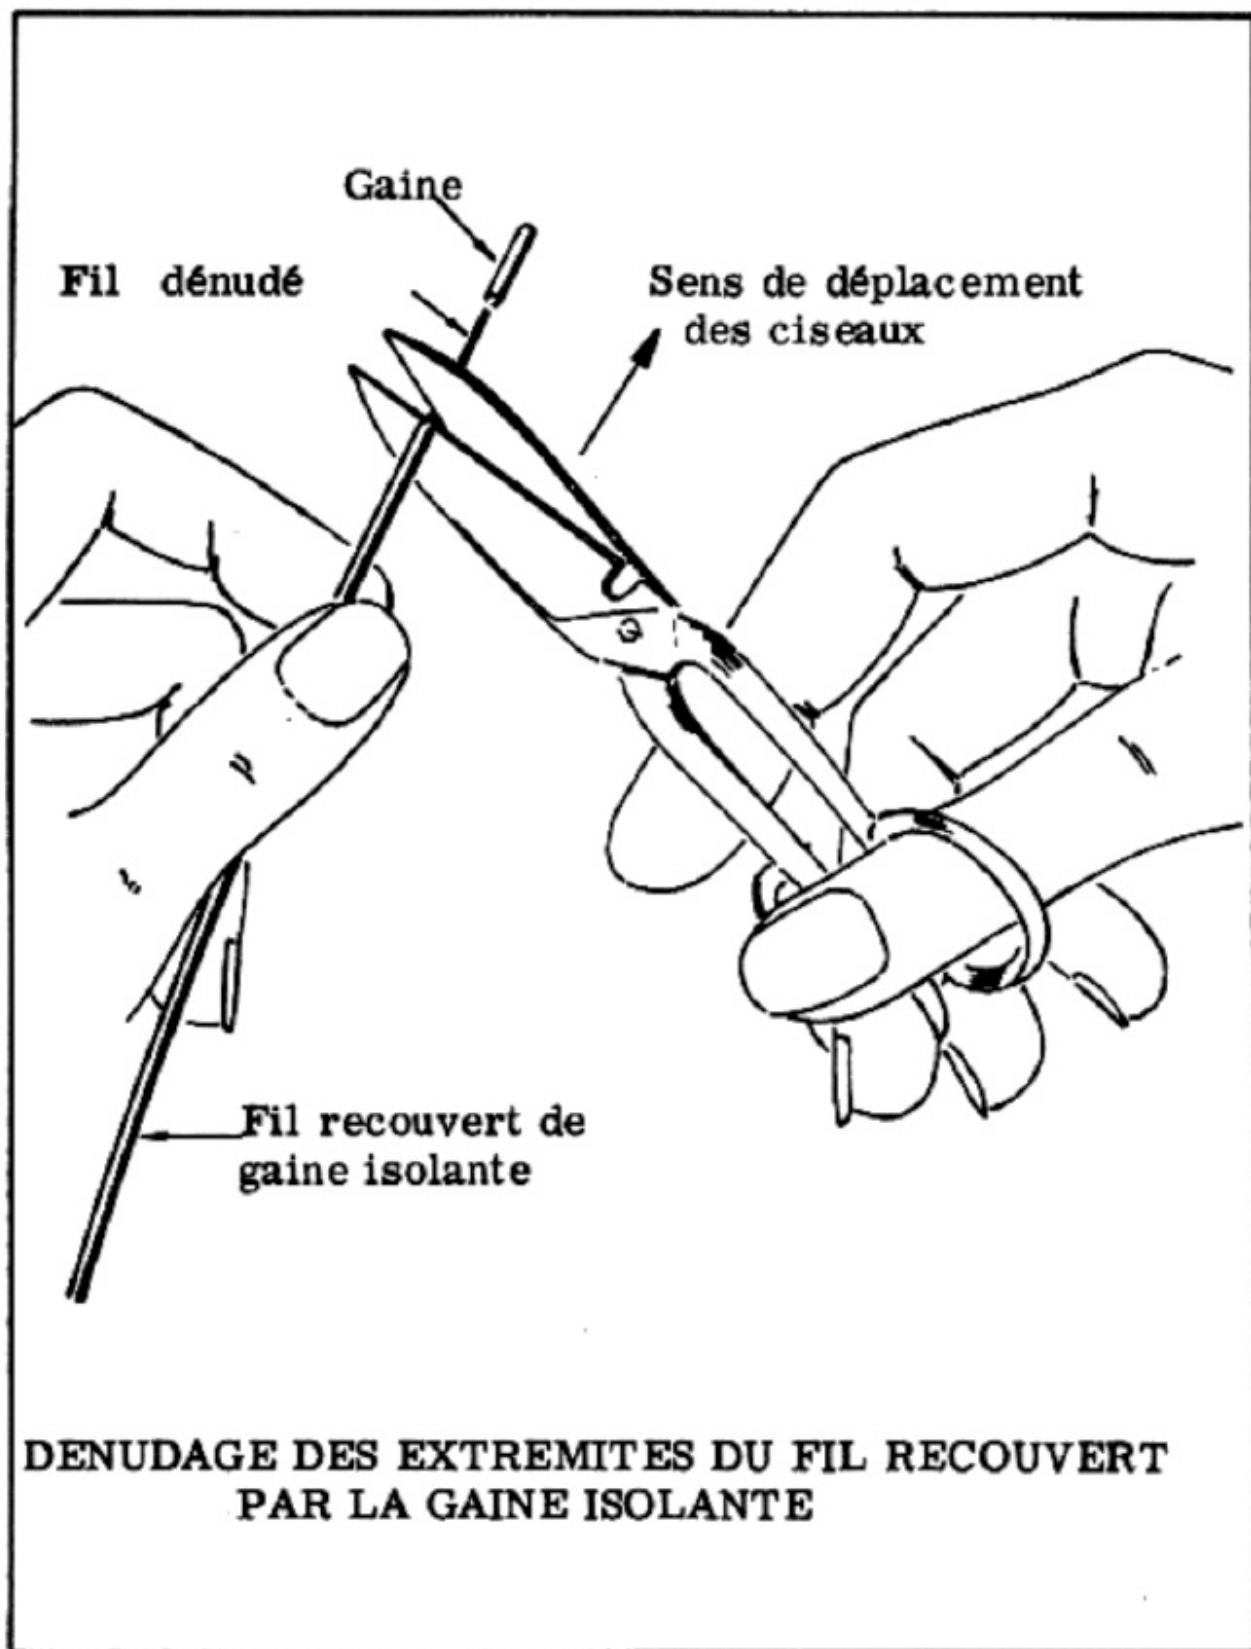

Figure 8
a) Coupez un morceau de 3 cm de fil de cuivre sous gaine plastique noire et dénudez les deux extrémités sur une longueur de 5 mm environ. Pour libérer complètement le fil tirez la gaine en la poussant avec les ciseaux, comme montré sur la figure 8. Agissez délicatement de façon à ne pas endommager le fil de cuivre.